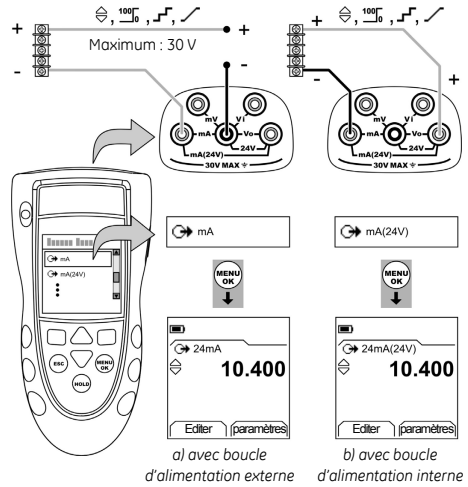

Figure 3 : Exemple de configuration - Alimentation en mA
1. Brancher l'instrument (Figure 3) et, si nécessaire, régler la *Configuration* (Tableau 1).